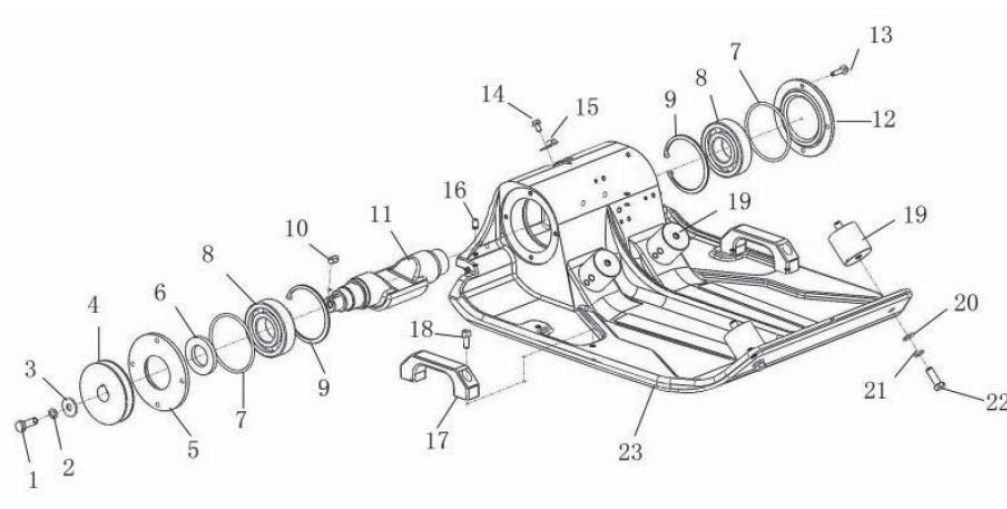

Рис.2. Устройство вибратора
- PC1150FT- открутить пробку заливного отверстия рядом с правой крышкой подшипника (12) Рис. 2.